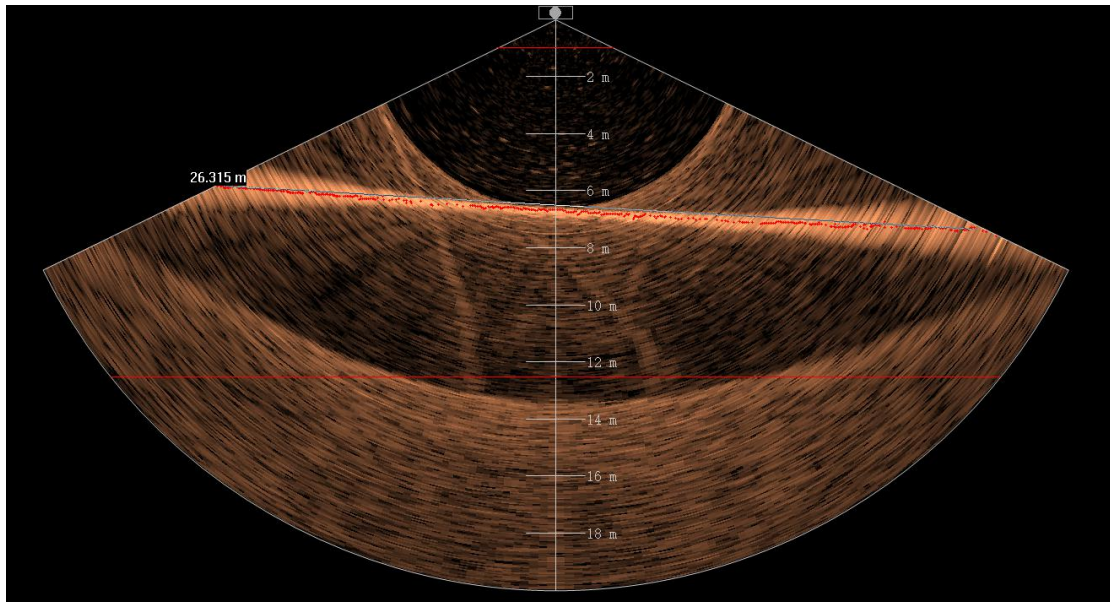

图 3.11 距离测量界面
(8) 点击  “开始工作”，让声呐系统开始运行。在运行过程中，可以用  “快速截屏”按钮用于截取计算机全屏屏幕，并自动存储为 JPG 格式图片，文件名为当前计算机时间，文件保存在当前工程项目路径下。也可以运用  “距离测量”按钮用于测量数据窗口中的两点间距离。测量时鼠标左键按下激活测量并以当前位置为起点，保持按下状态拖动鼠标，距离随鼠标位置变化实时显示两点距离。如图 3.11 所示。